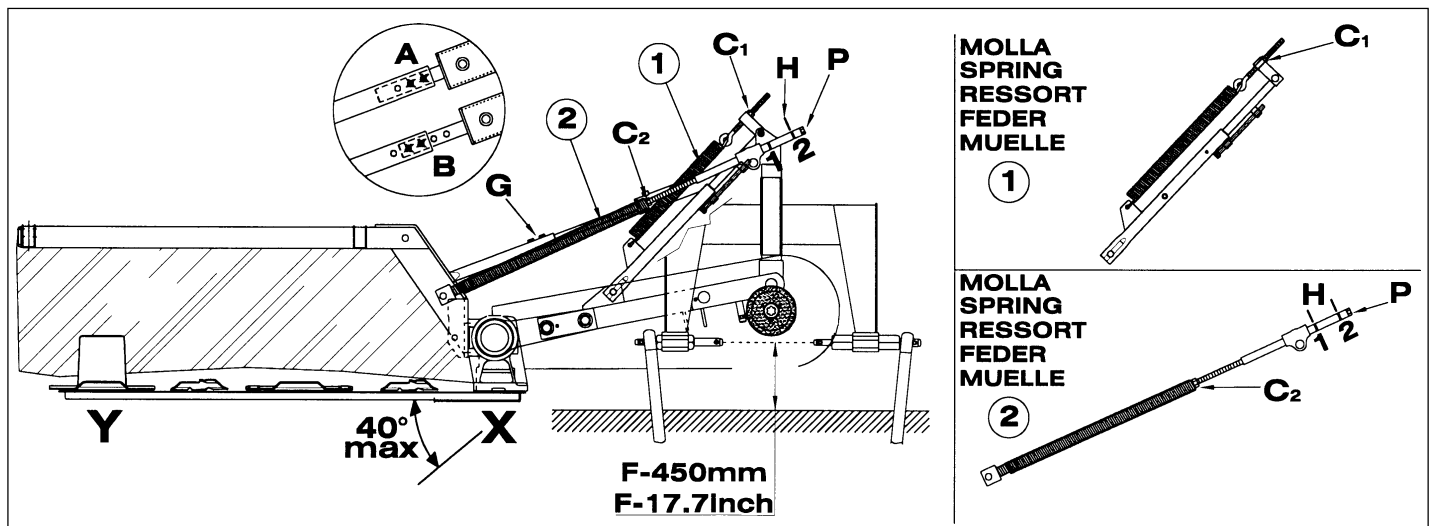

Fig. 12
Regular el resorte 1 operando con la contratuerca C1 para aligerar la barra del lado interno (X); el resorte 2 desenroscando la contratuerca C2 y operando con el tirante P (recordar de bloquear la contratuerca C2 una vez efectuada la regulación) de manera tal de aligerar la barra en el lado externo (Y) fig.12.
Para la **siega con barra inclinada** hacia abajo (máx. 40°) es necesario operar de la siguiente manera (fig.12):